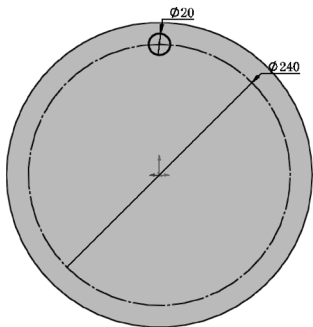

图 9-10 绘制草图 4
**02** 绘制草图 4。选择菜单栏中的“工具”→“草图绘制实体”→“圆”命令, 或单击“草图”控制面板中的“圆”按钮, 在大闷盖基础实体大端面上绘制端盖安装孔, 孔的直径为 20mm, 位置如图 9-10 所示。